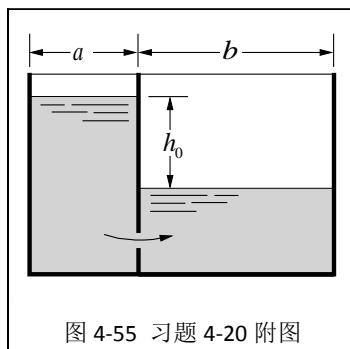

图 4-55 习题 4-20 附图
**4-20** 一矩形水槽，中间有一隔板，尺寸如图 4-55，其中  $a=3.5\text{m}$ ,  $b=7.0\text{m}$ ,  $h_0=4.0\text{m}$ ，垂直于纸面方向上水槽宽度  $l=2.0\text{m}$ ；隔板下部有一面积  $A=0.065\text{m}^2$  的小孔沉浸于水中，其流量系数  $C_d=0.65$ 。取  $g=9.81\text{m/s}^2$ ，试求两液面相等时所需时间。